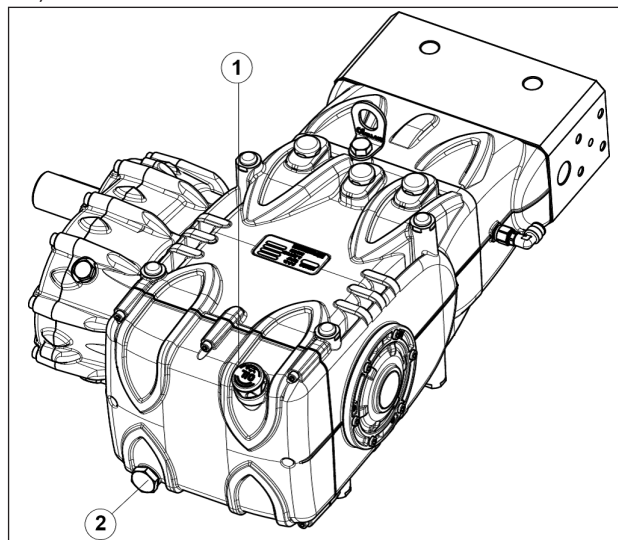

Fig. 3
Controlar el nivel de aceite y si es necesario repostar con el nivel de aceite pos. ①, Fig. 3.
El control correcto del nivel de aceite se realiza con la bomba a temperatura ambiente, el cambio de aceite va realizado con la bomba a temperatura de funcionamiento retirando el tapón pos. ②, Fig. 3.